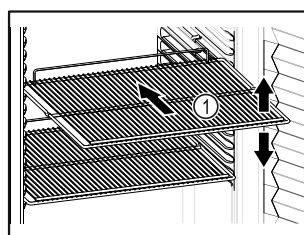

Fig. 88 Примерное изображение
- ❑ Если полки для хранения *Fig. 88 (1)* можно переставлять, отрегулируйте высоту их установки.